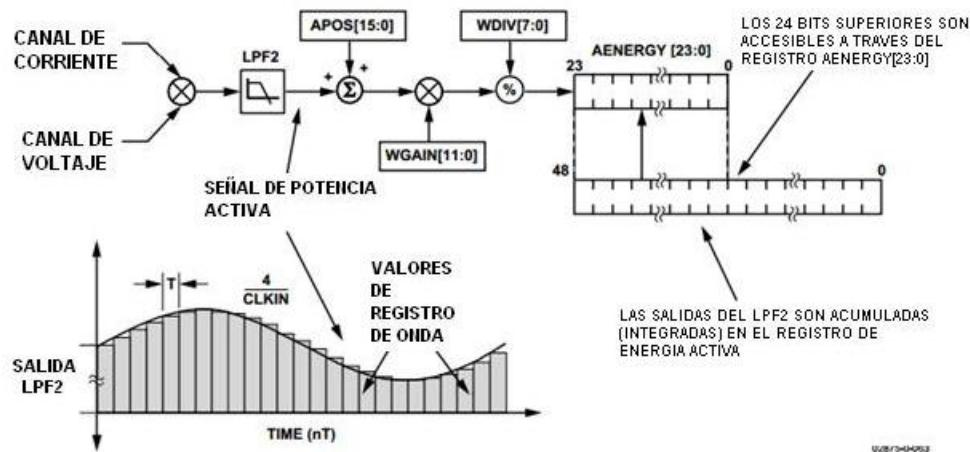

Figura 1.9 Cálculo de la energía activa del ADE7753.
El período de muestreo de tiempo discreto (T) para la acumulación registrado en el ADE7753 es $1.1\mu s$ (4/CLKIN). Así como el cálculo de la energía, esta integración elimina los componentes sinusoidales que pueden estar en la señal de potencia activa. La figura 1.9 muestra esta integración o acumulación de tiempo discreto. La señal de potencia activa en el registro de forma de onda se añade continuamente al registro de energía activa interna. Esta adición es una adición con signo, por lo tanto la energía negativa se resta el contenido de energía activa. La excepción a esto es cuando POAM se selecciona en el registro MODE[15:0]. En este caso, sólo la energía positiva contribuye a la acumulación de energía activa.
lectura al registro de energía activa (AENERGY [23:0]). Una lectura en el registro RAENERGY devuelve el contenido del registro AENERGY y la parte superior de 24 bits del registro interno se han borrado. Como se muestra en la Figura 1.9, la señal de potencia activa se acumula en un registro interno 49 bits con signo. La señal de potencia activa se puede leer del registro de la forma de onda estableciendo MODE [14:13] = 0,0 y establecer el bit WSMP (bit 3) en el registro de habilitación de interrupción a 1.